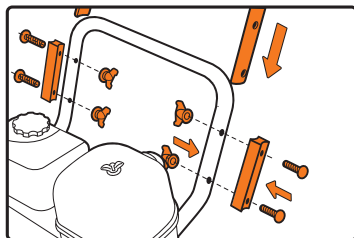

Рис. 3
- Выкрутите по 2 болта из верхней части нижней рукоятки с каждой стороны (рис. 3)